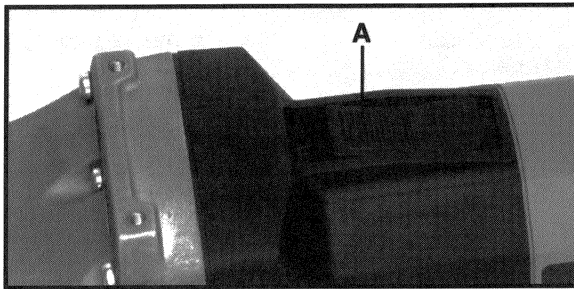

Fig. 1
3. Deslice el botón del interruptor (A), Fig. 1, hacia adelante para encender la herramienta. Una vez que se suelte, el botón del interruptor volverá a la posición de apagado.
4. Para fijar el interruptor en la posición de encendido: con el interruptor en la posición de encendido, oprima el extremo delantero del botón del interruptor (A), Fig. 1. Para soltar el cierre del interruptor: oprima el extremo trasero del botón del interruptor, dejando que el interruptor se deslice hasta la posición de apagado.